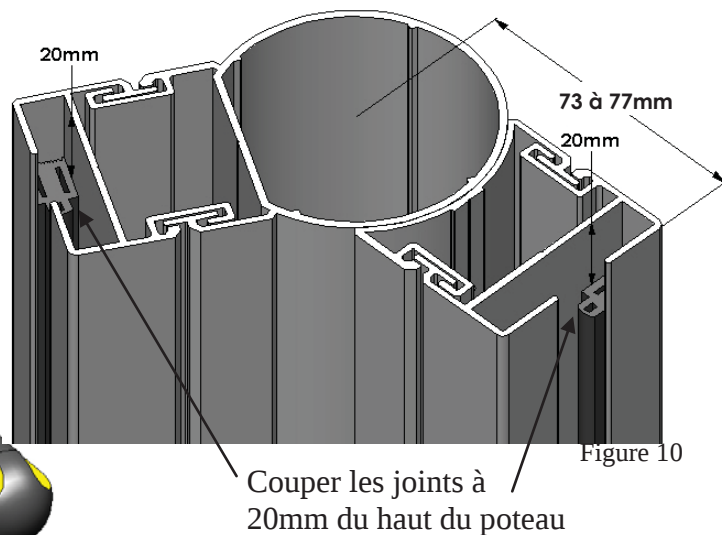

Figure 10
- Il ne doit pas y avoir de jeu entre le poteau arrondi et le demi-poteau (figure 10).